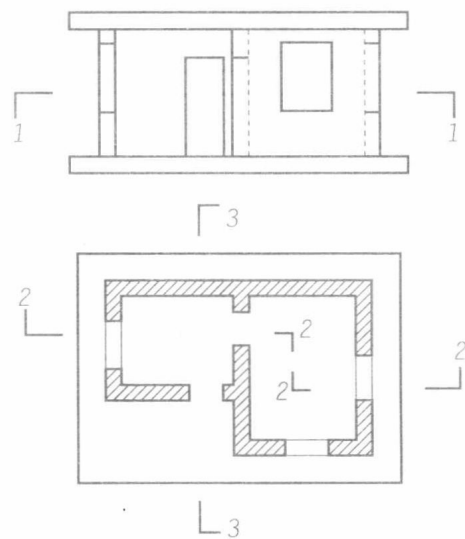

图 2-2 房屋建筑模型
(2) 根据如图 2-2 所示房屋建筑模型, 作出 2—2, 3—3 剖面图。